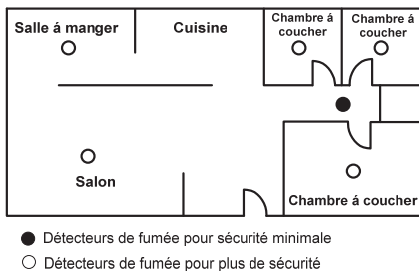

Figure 1 : emplacements d'installation des détecteurs de fumée et de chaleur dans des appartements individuels ou des logements avec une seule zone de chambres
- Installez le détecteur de fumée et de chaleur dans un couloir, en dehors de chaque chambre (*reportez-vous à la Figure 1*). Deux détecteurs sont nécessaires dans un logement avec deux espaces séparés de chambres.